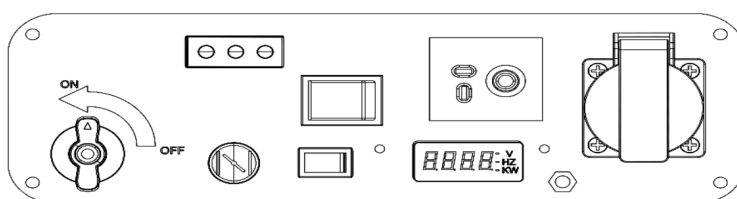

Figura 6. Botão da válvula de combustível aberta.
4.1 Abrir a válvula (consultar a figura 6).